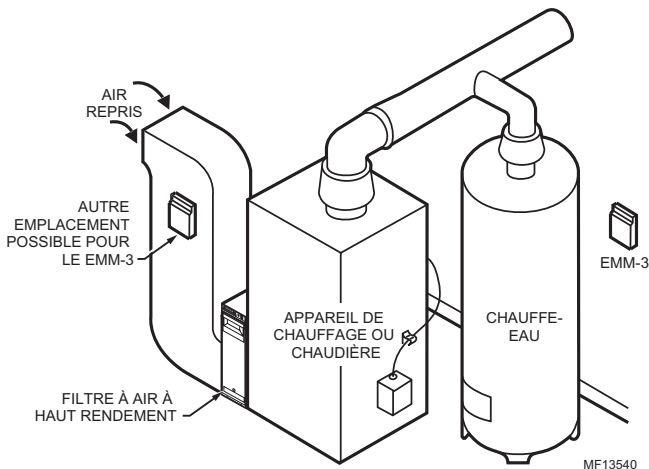

Fig. 2. Emplacement de montage du EMM-3.
1. Installer les thermostats de chaque zone de l'espace ambiant conformément aux directives d'installation fournies avec chacun des thermostats. Voir la Fig. 2.